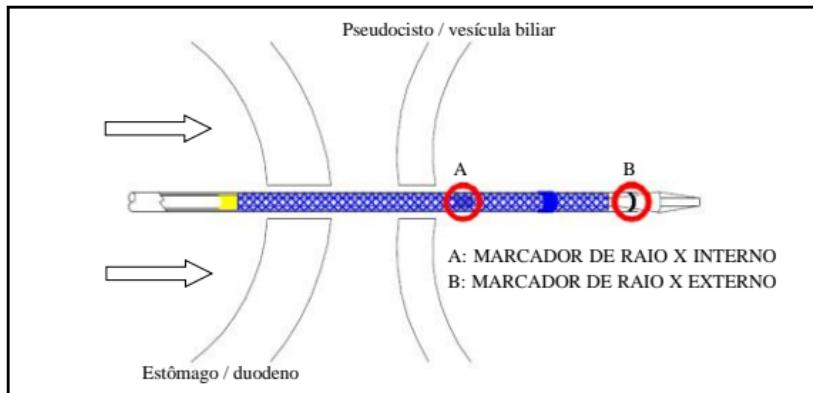

Figura 3
- Com auxílio do fluoroscópio e do endoscópio, posicione o Sistema de Introdução de Stent com Eletrocautério [HDS-10]. O marcador de raio X interno (o "A" da Figura 3) deve passar através da parede de um pseudocisto ou vesícula biliar.